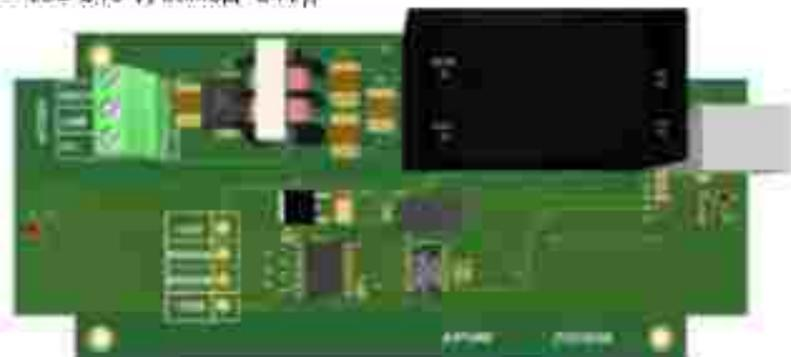

Рис. 2. Печатная плата Преобразователя интерфейса с блоком питания БПП-24.485
- печатную плату (Рис. 2) с расположенными на ней элементами управления преобразователем¹;